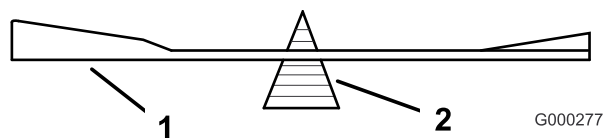

Figura 69
2. Verifique el equilibrio de la cuchilla colocándola sobre un equilibrador de cuchillas (Figura 69). Si la cuchilla se mantiene horizontal, está equilibrada y puede utilizarse.
Si la cuchilla no está equilibrada, rebaje algo el metal en la parte de la vela solamente (Figura 69). Repita este procedimiento hasta que la cuchilla esté equilibrada.